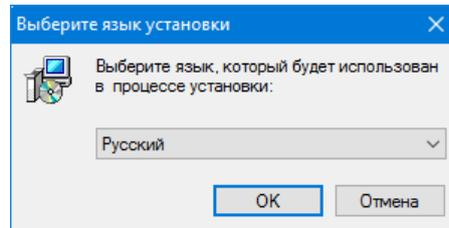

Рисунок 5 – Выбор языка для установки Firebird
- Запустится установка СУДБ Firebird. В случае, если установка Firebird не требуется, и для работы адаптера будет использоваться MS SQLServer, тогда нажмите кнопку «Отмена» и перейдите к пункту 6 данного раздела. Если с установкой Firebird согласны, нажмите кнопку «Ок» и откроется окно установки (рис. 5).